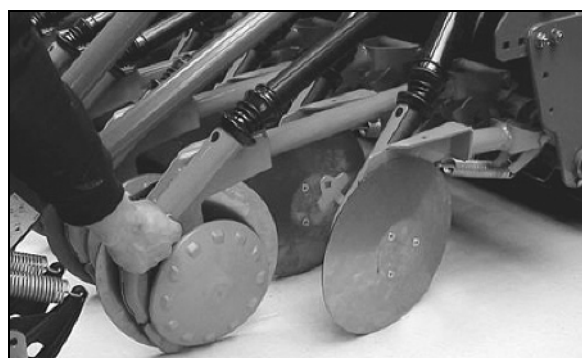

Fig. 87
Indstillingen af rulletrykket foretages ved at ændre afstanden „X“ (Fig. 87) på alle segmenter ved hjælp af en skrue (Fig. 87/1).
3. Løsn de to kontramøtrikker (Fig. 87/2).
5. Spænd kontramøtrikkerne (Fig. 87/2).